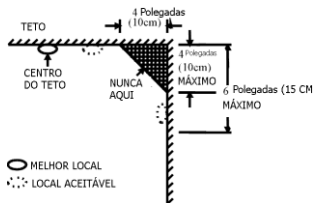
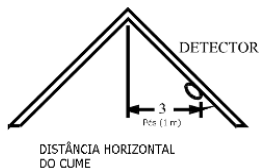

Figura 3: Recomendações para os melhores e mais aceitáveis locais para instalar os detectores de fumaça e calor.
Figura 4: Local de instalação recomendado para detectores de fumaça e calor em ambientes com tetos inclinados ou telhados de duas águas (inclinação > 20 graus).
- Instale os detectores de fumaça e calor o mais perto possível do centro do teto. Se isso for difícil, instale o detector a pelo menos 10 cm de paredes e cantos (*ver Figura 3*).
- Caso não seja possível instalar os detectores no teto, fixe-os nas paredes a uma distância de 10 a 15 cm do teto (desde que não contrarie as normas locais) (*ver Figura 3*).
- Se sua residência tiver teto inclinado ou telhado de duas águas, tente instalar os detectores a 90 cm do ponto mais alto do telhado, medindo horizontalmente (*ver Figura 4*).
- Em áreas com ar parado, como cumeeiras ou cantos entre paredes e tetos. O ar parado pode impedir que a fumaça chegue ao detector (*ver Figura 3 e Figura 4 sobre os locais de instalação recomendados*).